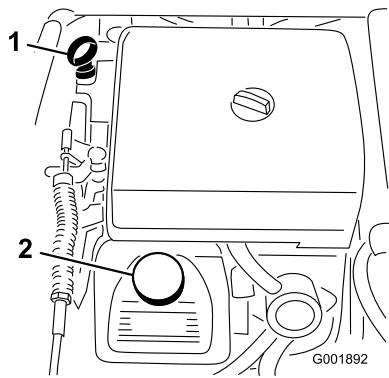

Figura 50
- Retire la varilla y límpiela con un paño limpio (Figura 50). Introduzca la varilla en el tubo asegurándose de que entre a fondo. Retire la varilla y compruebe el nivel de aceite.
3. Si el nivel de aceite es bajo, retire el tapón de llenado de la cubierta de la válvula (Figura 50) y vierta aceite por el orificio hasta que el nivel de aceite llegue a la marca Lleno de la varilla. Añada el aceite lentamente y compruebe el nivel a menudo durante este proceso. No llene demasiado.
8. Agregue lentamente un 80% de la cantidad especificada de aceite por el tubo de llenado (Figura 50).